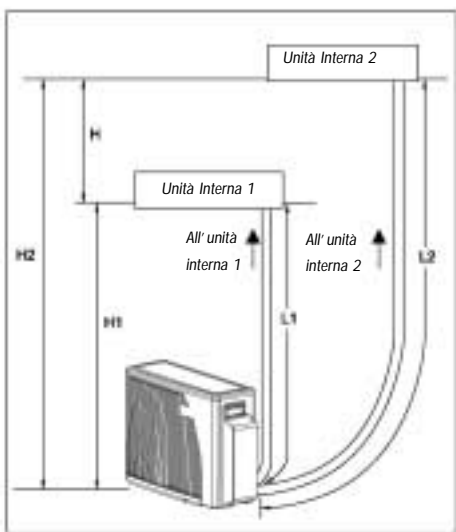

Fig. 3
6. L' unità deve essere installata garantendo le quote di rispetto indicate nella Fig. 3